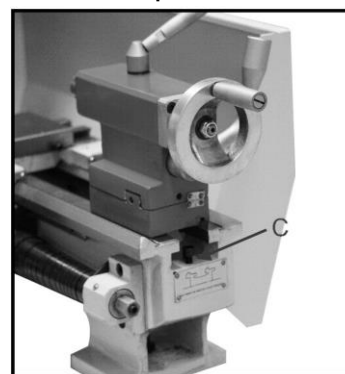

рис.9
Задняя бабка (рис. 9)
Установите стопорный винт (С, рис. 9) в конце токарного станка, чтобы предотвратить падение задней бабки с станины.
1. Аварийная кнопка (D, рис.9) и переключатель включения/выключения (Е, рис. 9) Машина включается и выключается с помощью кнопки включения/ выключения. Нажмите на кнопку чтобы остановить все функции машины. То перезагрузите установку, поднимите крышку и нажмите кнопку ВКЛ. Нажмите аварийную кнопку, чтобы остановить все функции машины, поверните для ее повторного взведения.